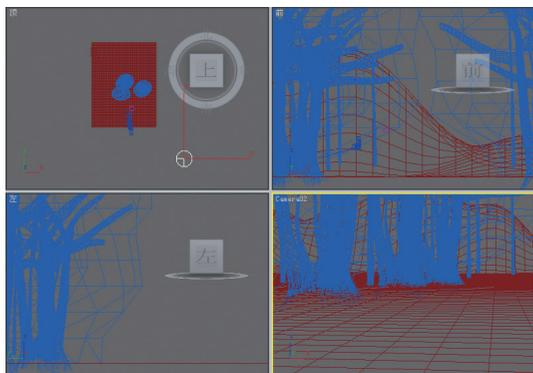

图9-63 打开场景文件
**01** 打开随书光盘本章目录下的“场景.max”文件，如图9-63所示。